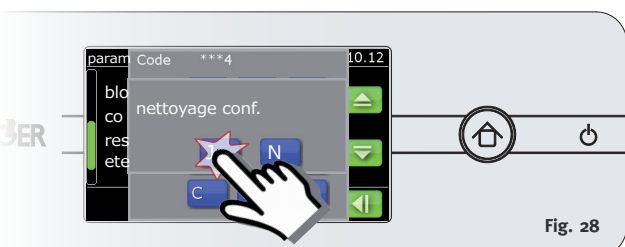

Fig. 28
4. Une autre fenêtre s'ouvre, confirmez le nettoyage de l'appareil avec **O** ( Fig. 28).